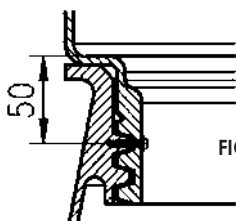

FIG. 14
- Dopo aver avvitato l'estensione, si raccomanda di impedirle di allentarsi usando le viti fornite: praticare un foro Ø 3 mm nella zona di filettatura dell'estensione e del serbatoio, quindi avvitare (vedi FIG. 14 qui sotto).